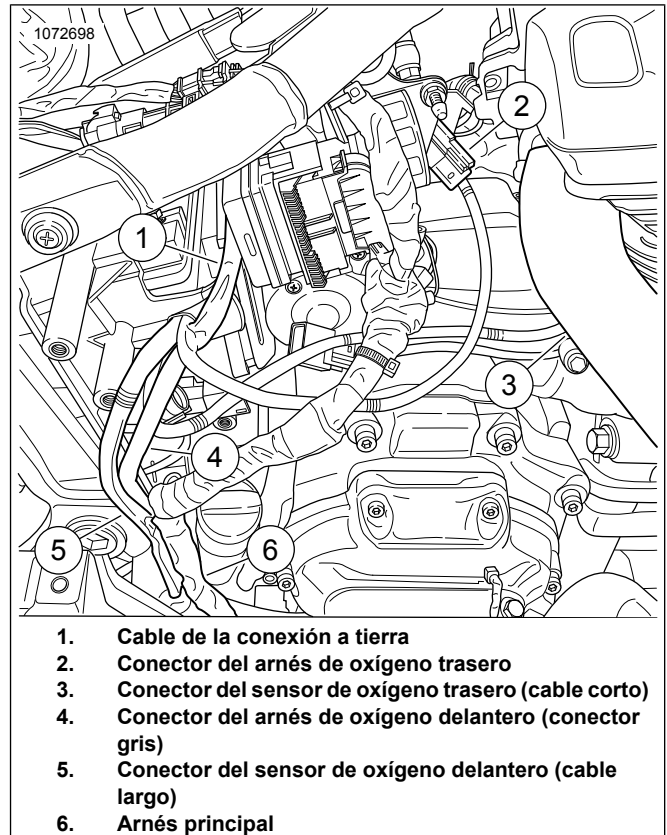
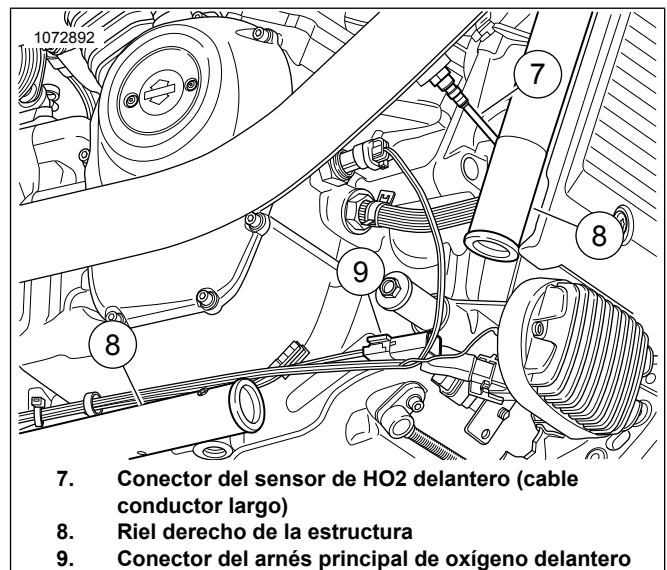

Figura 24. Colocación del arnés de ATM
Figura 25. Colocación del arnés delantero de ATM (piezas extraídas para mayor claridad)
16. Consulte Figura 24 y Figura 25. Enrute el arnés de oxígeno delantero con el conector gris (4) fuera del compartimento de la batería:
- Ubique el arnés principal (6).
- Coloque el arnés (4) con el conector gris a lo largo del arnés principal hacia el conector delantero del arnés principal (9).
- Asegure el arnés al lado interior del riel derecho de la estructura (8) con las correas de cables según sea necesario.
17. Coloque el conector negro del arnés (2) en el arnés principal. Haga coincidir los colores de los conectores: negro con negro.
- Enrute el arnés del conector del sensor de oxígeno delantero (5) fuera del compartimento de la batería.
- Enrute el arnés (5) a lo largo del arnés principal hacia el sensor de oxígeno delantero (7).